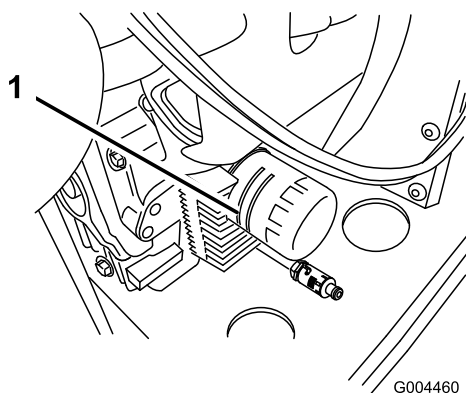

Figura 41
2. Retire el filtro usado y limpie con un paño la superficie de la junta del adaptador del filtro (Figura 41).